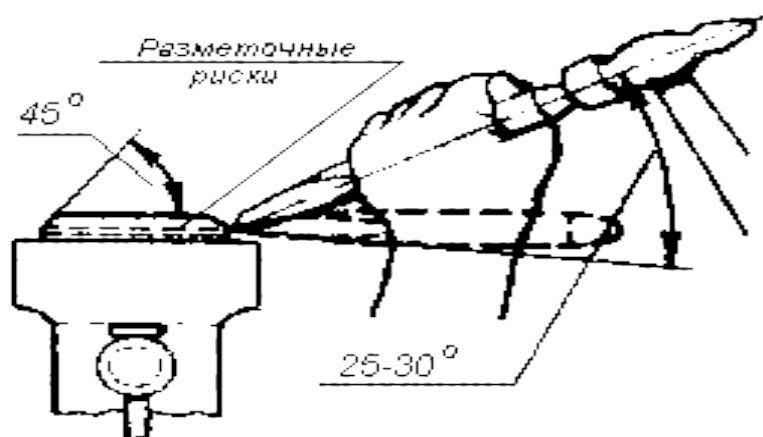

Рисунок 2
5. Опишите процесс рубки по разметочным рискам (смотреть рисунок 2):